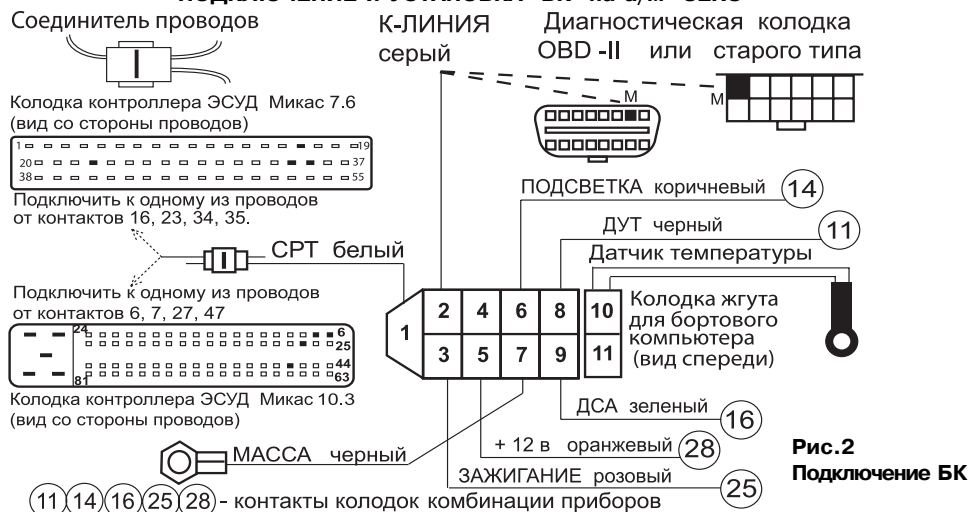

Рис.2 Подключение БК
4. Пропустить серый провод К-линии с контактом под рулевую колонку с правой стороны, вставить контакт в клемму "М" колодки диагностики согласно рис.2.
6. Протянуть оставшиеся 5 проводов жгута БК к колодкам комбинации приборов. Подключить провода жгута БК с помощью соединителей проводов к проводам комбинации приборов согласно номерации контактов колодки комбинации приборов (рис.2).